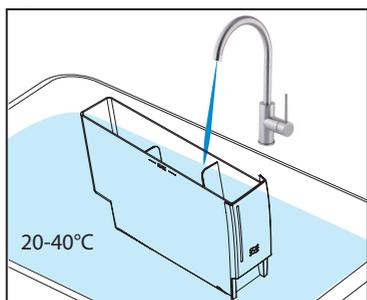

Fig. 3
3. Sciacquare accuratamente il serbatoio dell'acqua con acqua pulita a 20-40 °C. (Vedere la fig. 3)